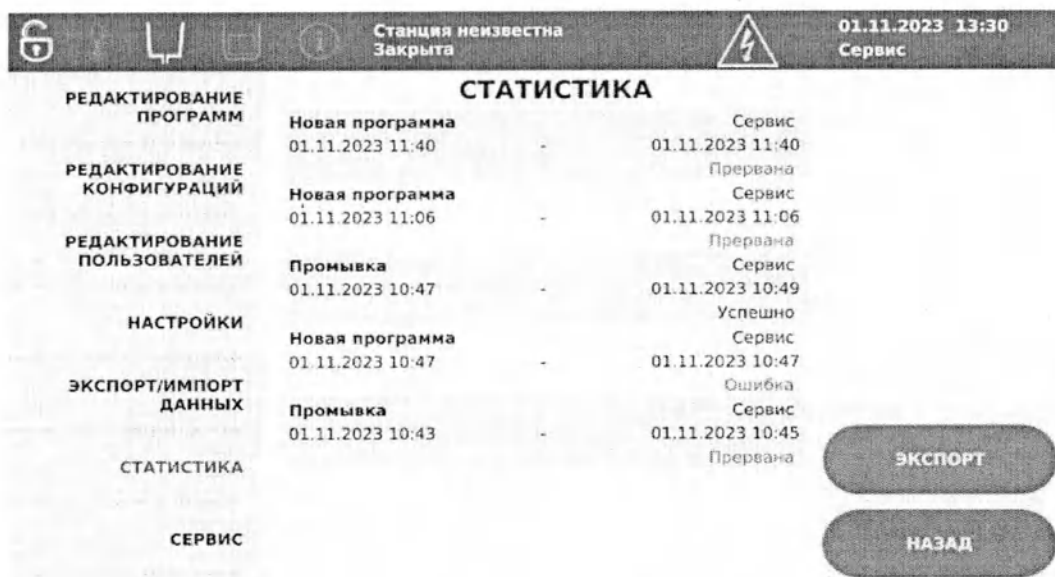

Рисунок 6.31 – Экспорт статистики
3. На вкладке системных настроек выберите пункт меню **Статистика** (Рисунок 6.31).